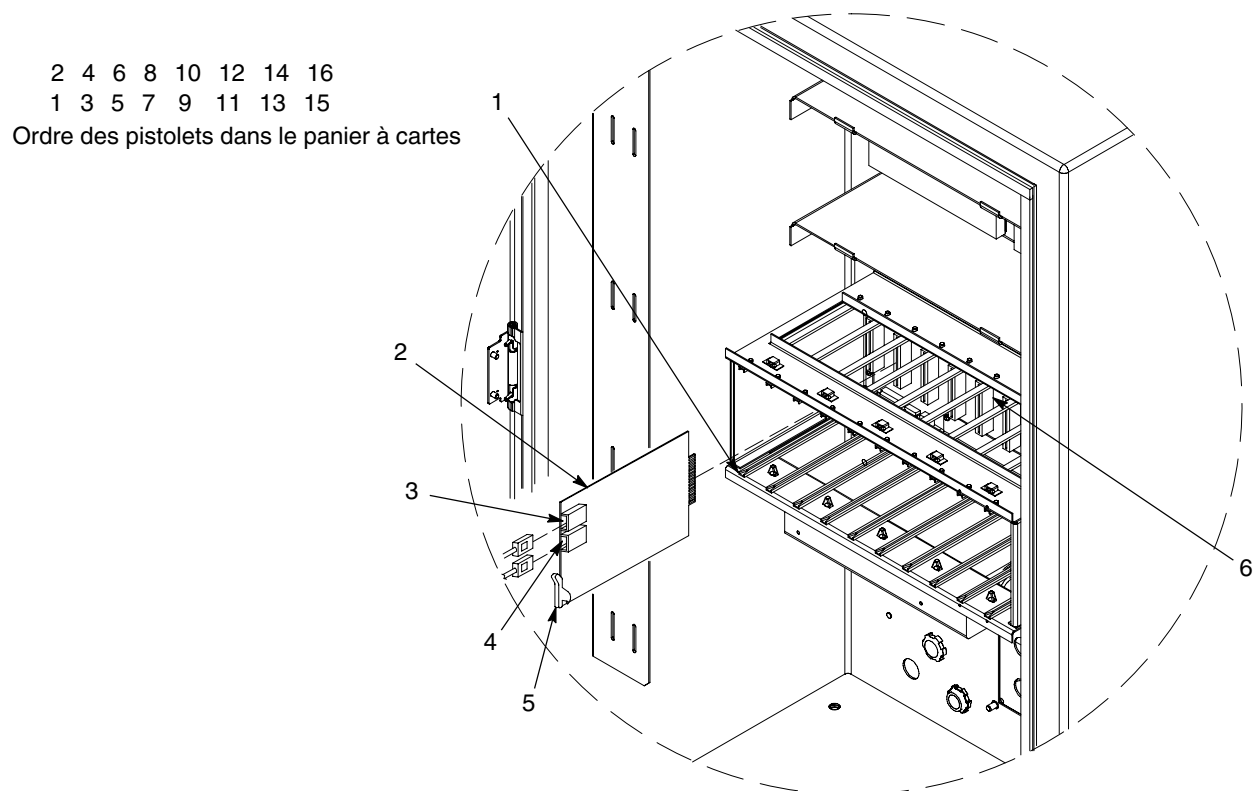

Figure 5-2 Remplacement de la carte de commande des pistolets
Voir la figure 5-2. Les cartes de commande des pistolets (2) sont installées de la gauche vers la droite dans le panier à cartes. Chaque carte commande deux pistolets : la prise en bas correspond au numéro de pistolet impair, celle du haut au pistolet pair.